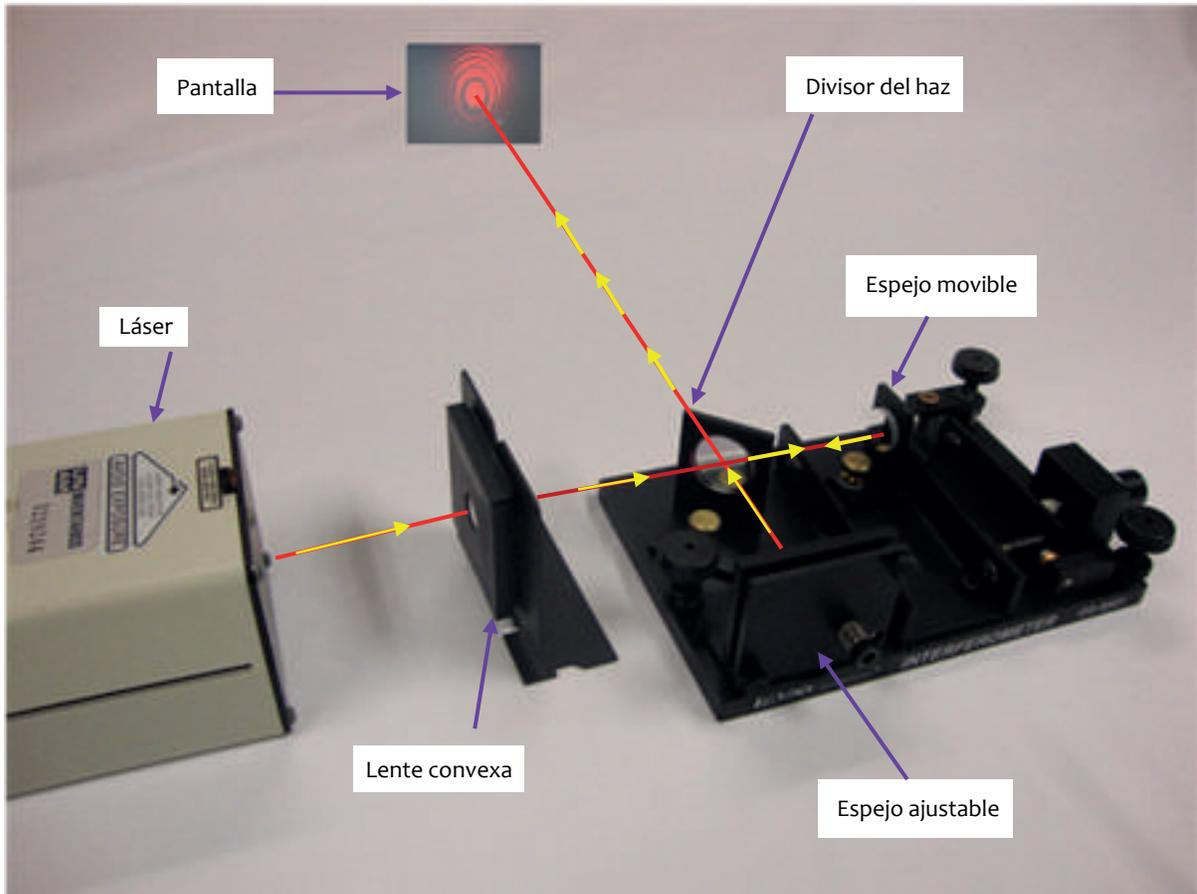

Figura 6.9. Medición de la longitud de onda
g) Coloque el lente con el portalente entre el láser y el interferómetro (figura 6.9), asegúrese que al pasar el haz del láser por la lente, el haz difuso saliente pegue en el centro del divisor de haz y en el espejo móvil.